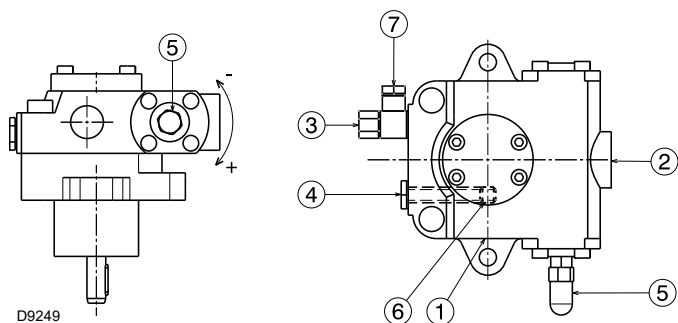

Рис. 23
Они устанавливаются на горелку с закрытым байпасом с помощью винта 6) (Рис. 23 на стр. 27).
- Для автоматического запуска насоса (Рис. 23) необходимо отвернуть винт 4) насоса, чтобы выпустить воздух, содержащийся во всасывающем трубопроводе.
Обозначения (Рис. 23)
Вышеуказанная операция возможна, так как насос поступает с завода заполненным топливом. Если насос был опорожнен, перед запуском заполните его топливом через колпачок вакуумметра 4) (Рис. 23 на стр. 27), в противном случае он будет заедать.